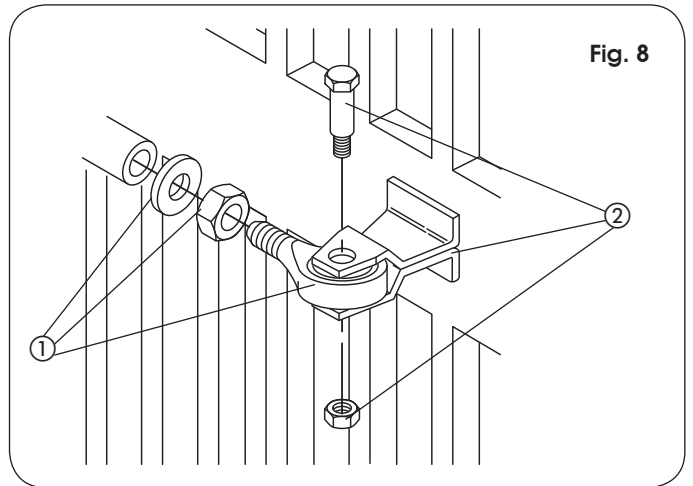

Fig. 8
- 3) Aparafusar pela metade o engate anterior na haste (ref. ① Fig. 8) e apertar com a porca fornecida com o equipamento.
- 7) Montar o engate dianteiro na haste (ref. ②, Fig. 8).